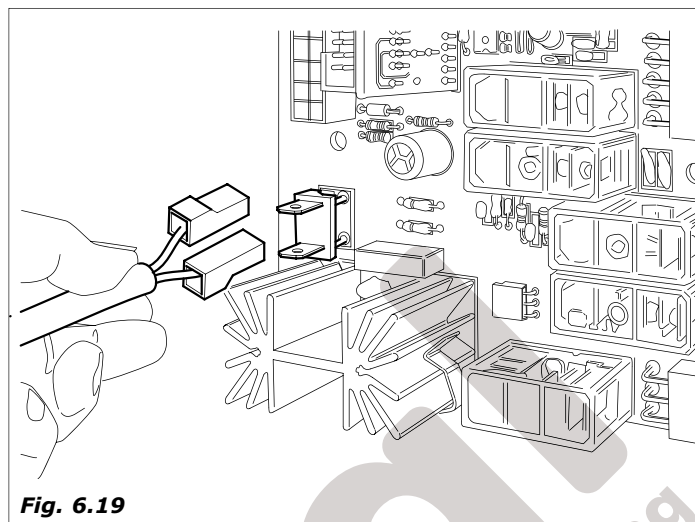

Fig. 6.19
- efectuadas estas operaciones, conectar los dos cables de la resistencia (Fig.6.19) en la placa de potencia.